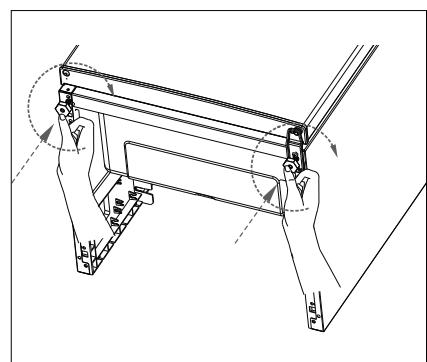

Abb. 13
- ▶ Drehen Sie beide Gerätetüpfel (7) im Uhrzeigersinn hinein (Abb. 13).